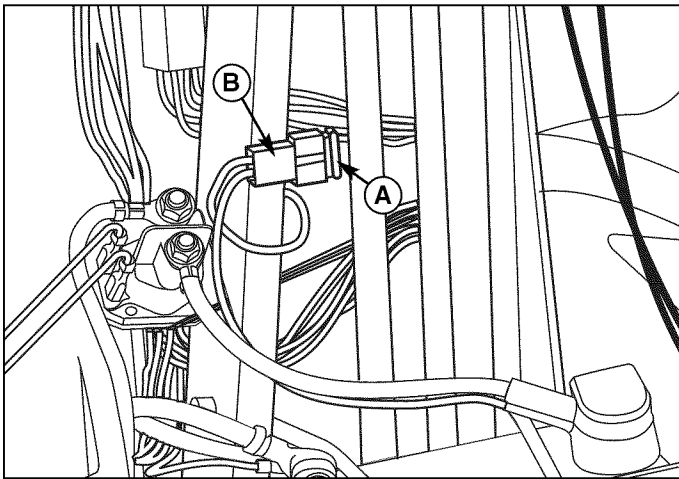
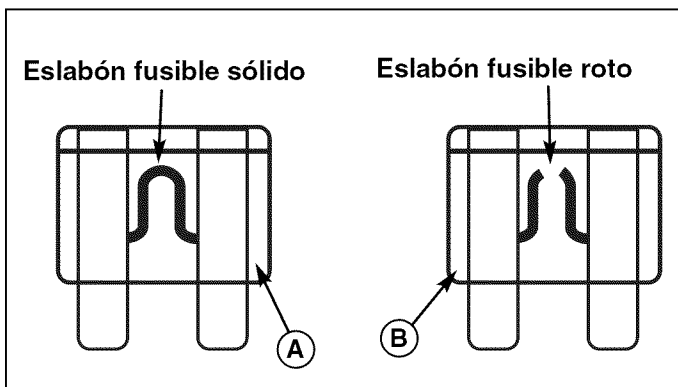

Figura 23. Fusible
Figura 24. Fusible tipo cuchilla
1. Abra el capó y ubique el portafusibles (B, Figura 23) y el fusible (A) conectados a la torre de dirección.
2. Sostenga el portafusibles (B) y saque el fusible (A).
3. Compruebe que el fusible no tenga un eslabón fusible roto (vea la Figura 24). Reemplace el fusible si la conexión está rota. Si no está seguro de si el eslabón fusible está roto, reemplace el fusible.
4. Sostenga el eslabón fusible (B) e inserte el fusible nuevo (A) hasta que se ajuste correctamente.